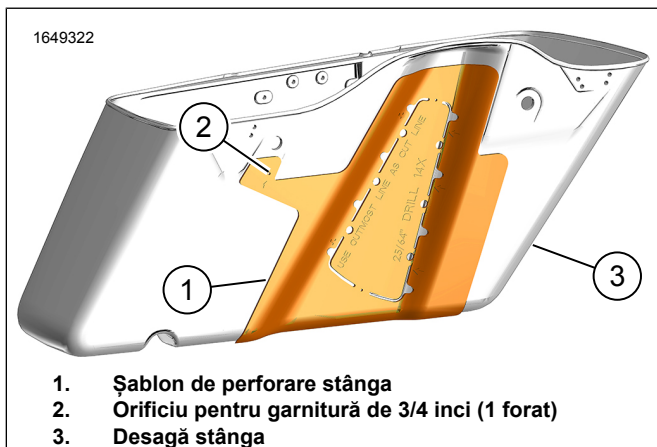

Figura 20. Șablon găurire pentru desaga din stânga
1. A se vedea figura 20. Repetați procedurile 1-8 de la desaga din dreapta.